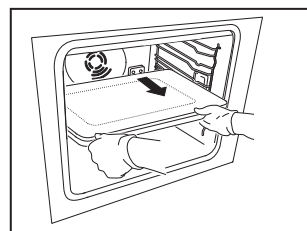

Fig. 3
1. Afferrare la piastra ad induzione con entrambe le mani e rimuoverla. Sarà necessario esercitare una certa forza per staccare la piastra dalla presa (Fig. 3).